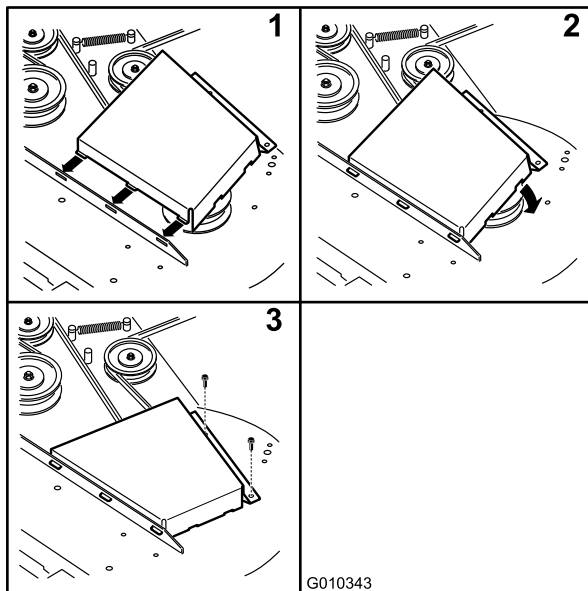

Bild 70
12. Bringen Sie die Riemenabdeckungen wieder an (Bild 70).